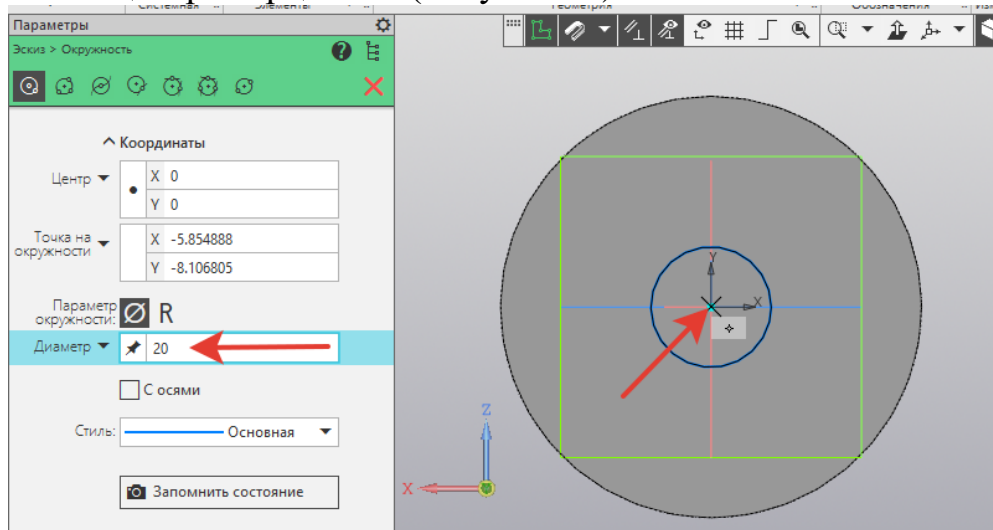

Рисунок 91.
6. На инструментальной панели **Геометрия - Окружность - Диаметр – 20**, закрепить в центре торца вала (Рисунок 91).